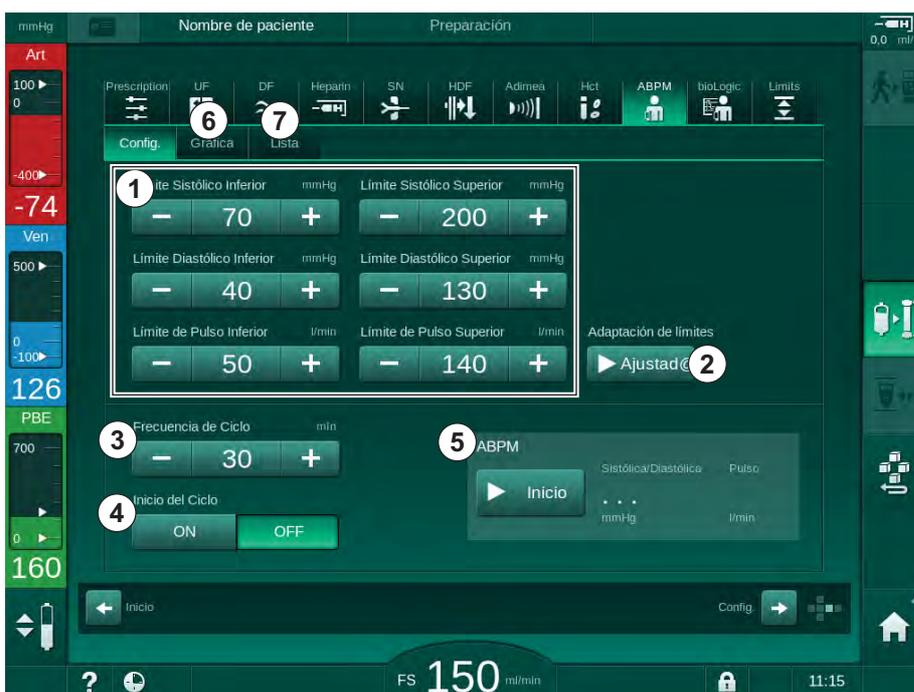

Fig. 11-5 Ajustes ABPM en la pantalla *Entrada*
- 2. Para adaptar los límites de alarma a valores en torno a la presión sanguínea medida, pulsar *Adaptación de límites, Ajustar* (Fig. 11-5 , ②).
1. Para activar/desactivar las medidas cíclicas con la frecuencia de medida establecida, seleccionar *Inicio ciclo*, ON (Fig. 11-5 , ④).
2. Para ajustar la frecuencia de medida, seleccionar *Frecuencia de ciclo* ③ . Intervalo posible: de 1 a 60 minutos.
Pulsar *Inicio* en el recuadro del grupo *Ajustes ABPM* en la pantalla *Entrada* (Fig. 11-5 Ajustes ABPM en la pantalla Entrada (263), ⑤).